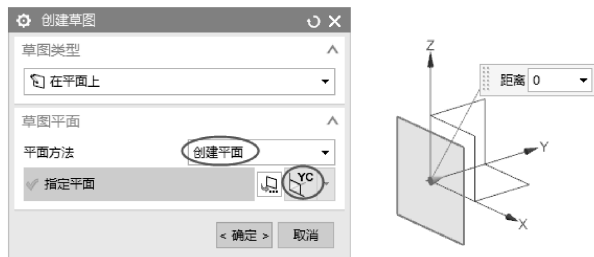

图 2-39 【创建草图】对话框及 YC 平面
- 02 在【直接草图】组中单击【草图】按钮，弹出【创建草图】对话框，选择【在平面上】类型，然后在【平面方法】选项区中选用【创建平面】，在【指定平面】后面的下拉列表中选择 YC 平面，如图 2-39 所示。